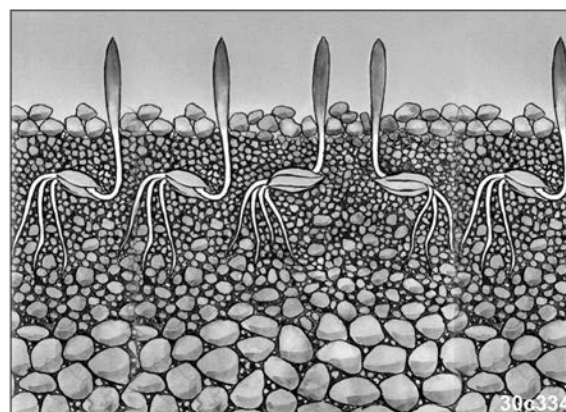

Fig. 18
- Den fine jord koncentrerer sig nederst i det bearbejdede område, de større jordklumper ligger i overfladen og beskytter mod tilslemning (se Fig. 18).